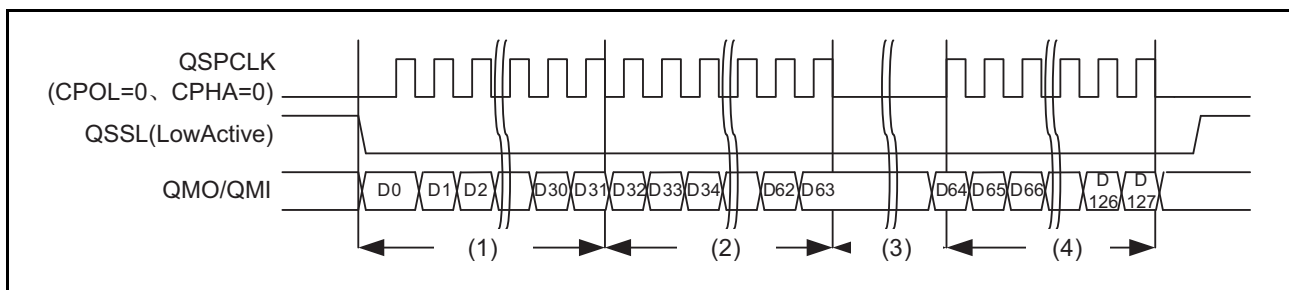

图 18.12 将传送数据长度设定为 128 位时的突发传送例子 (Single-SPI 模式)
一种是使用命令寄存器 0 ~ 3 (SPCMD0 ~ 3) 的传送数据长度设定位 (SPB[3:0]) 和传送数据长度倍数设定寄存器 0 ~ 3 (SPBMUL0 ~ 3) 进行突发传送。通过将 SPB[3:0] 位设定为 8 位、16 位或者 32 位并且将 SPBMUL0 ~ 3 设定为 1 ~ 4294967296，以 SPB[3:0] 位设定长度的传送为 1 次传送，只重复执行 SPBMUL0 ~ 3 设定次数的连续传送。如果在传送过程中发送缓冲器 (SPTXB) 没有发送数据或者接收缓冲器 (SPRXB) 没有 SPB[3:0] 位设定的数据长度的空间，就停止时钟，等待重新开始传送。将 SPB[3:0] 位设定为 32 位并且将 SPBMUL 设定为 4 以及将总传送数据长度设定为 128 位时的突发传送例子如图 18.12 所示。图中 (1) ~ (4) 的内容说明如下：